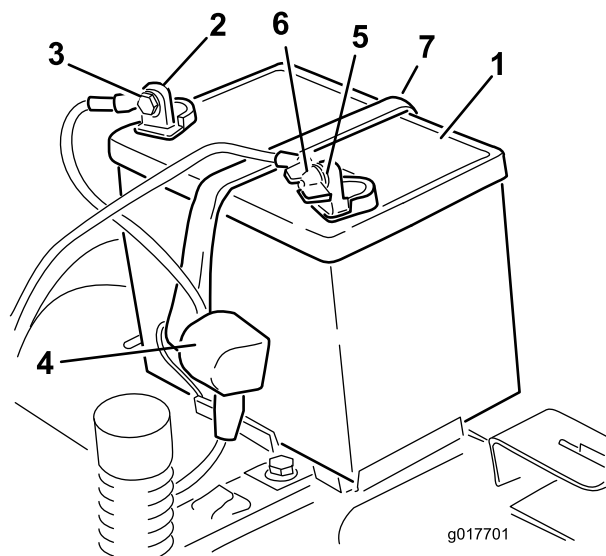

Figura 47
4. Staccate il cavo negativo (nero) di terra dal polo della batteria (Figura 47).
6. Staccate il cavo positivo (rosso) dal polo della batteria (Figura 47).
7. Togliete il dispositivo di fissaggio della batteria (Figura 47) e togliete la batteria dal vassoio.
- Posizionate la batteria nella cassetta (Figura 47).
- Fissate la batteria con l'apposito dispositivo (Figura 47).